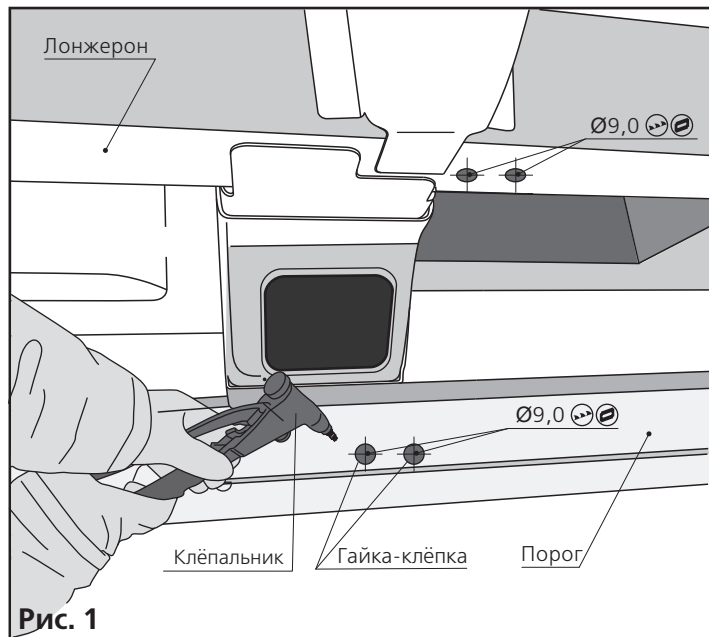
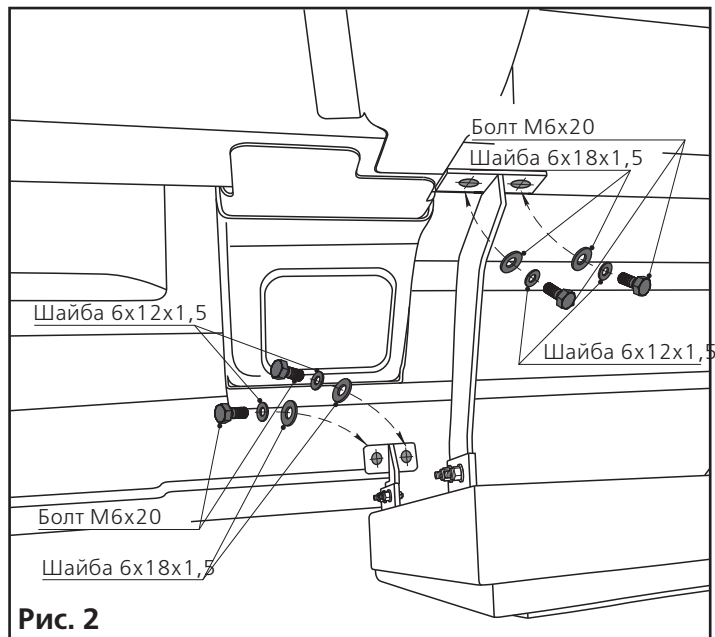
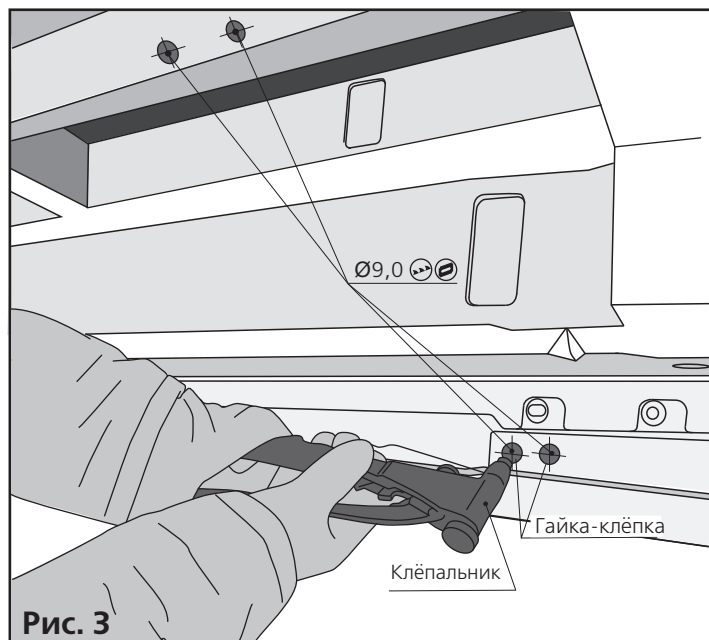

Рис. 1
Рис. 2
Рис. 3
Просверлите отверстие  $\varnothing 20$  мм на передней стойке проёма сдвижной двери. Установите выключатель подножки в отверстие, подсоединив его к колодке жгута выключателя подножки, см. рис. 1.
Расположите контроллер с внутренней стороны на пластмассовом кожухе, расположенном под водительским и пассажирским сидениями. (рис. 1) Просверлите два отверстия  $\varnothing 5$  мм под крепление контроллера. Оденьте скобы для саморезов на металлическую пластину контроллера. Закрепите двумя саморезами 4,2x16 метизного пакета, см. рис. 2, рис. 3.
Для крепления клеммы провода массы «-», идущего от жгута питания необходимо выполнить отверстие  $\text{Ø}6,5$  мм на любом месте внутренней стенки кузова, рядом с контроллером, как показано на рис. 1. Вокруг отверстия полностью удалите краску до металла для обеспечения надёжного контакта, как показано на рис. 2. При помощи болта М6 х14, шайбы 6 зубчатой и гайки М6 из метизного пакета, закрепите клемму провода массы «-», как показано на рис. 3. После затяжки болта М6 на поверхность с повреждённым лакокрасочным покрытием нанести антикоррозийную защиту, не содержащую кислоты.
Расклепайте в отверстиях гайки-клёпки из метизного пакета и закрепите кронштейны с подножкой к кузовным элементам: порогу и лонжеронам, согласно рис. 1, 2, 3, 4.
Соедините колодки жгута проводов контроллера и жгута подножки. Закрепите жгуты проводов пластиковыми хомутами, см. рис. 1.
- 2) Вручную задвинуть подножку (рис. 1).